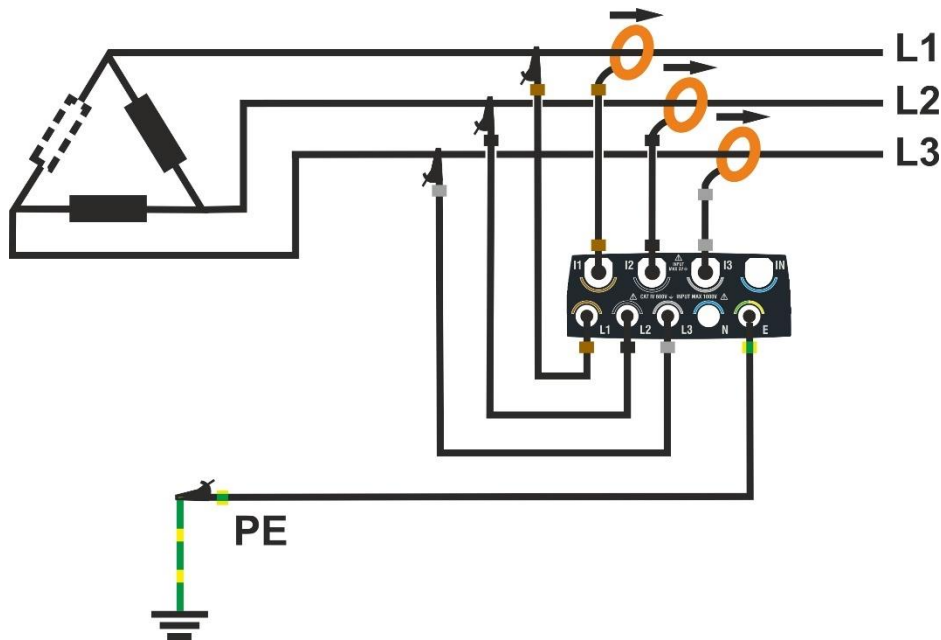

Abb. 67: Anschluss des Instrumentes in einem dreiphasigen Aron-3-Leiter-System
2. Verbinden Sie die Spannungskabel mit den Leitern L1, L2, L3 und PE wie gezeigt in Abb. 67. **Überprüfen Sie auf dem Display die Anzeige „1-2-3“ in Bezug auf die korrekte zyklische Richtung der Phasen** (siehe § 5.1.1)